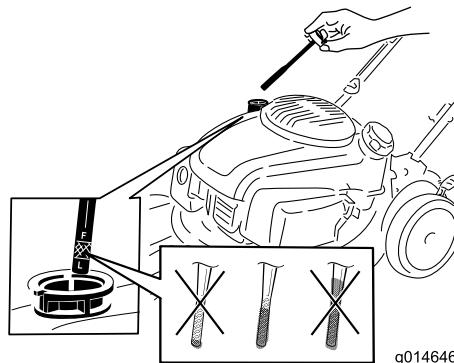

Figure 4
1. Retirez la jauge (Figure 4).
2. Versez de l'huile **lentement** dans le goulot de remplissage pour faire monter le niveau jusqu'au repère du plein (Full) sur la jauge (Figure 4). **Ne remplissez pas excessivement.** (Remplissage max. : 0,65 L (22 oz), type : huile détergente 10W-30 ou SAE 30 de classe de service API SJ ou supérieure.)
Remarque: Chaque fois que vous vérifiez le niveau d'huile, sortez la jauge et essuyez-la sur un chiffon propre, remettez-la dans le goulot de remplissage (**sans la visser**), puis ressortez-la et vérifiez le niveau (Figure 4).